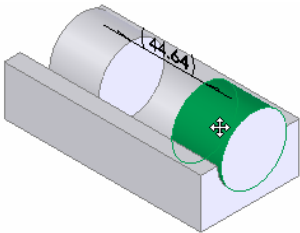

图 11-87 动态间隙时的图形
④ 动态间隙检查。拖动如图 11-81 所示中的零件 2 移动，则两个轴件之间的距离会实时的改变，如图 11-87 所示。